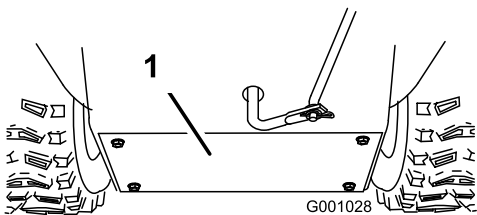

Figure 54
- Déposez le couvercle arrière (Figure 54).